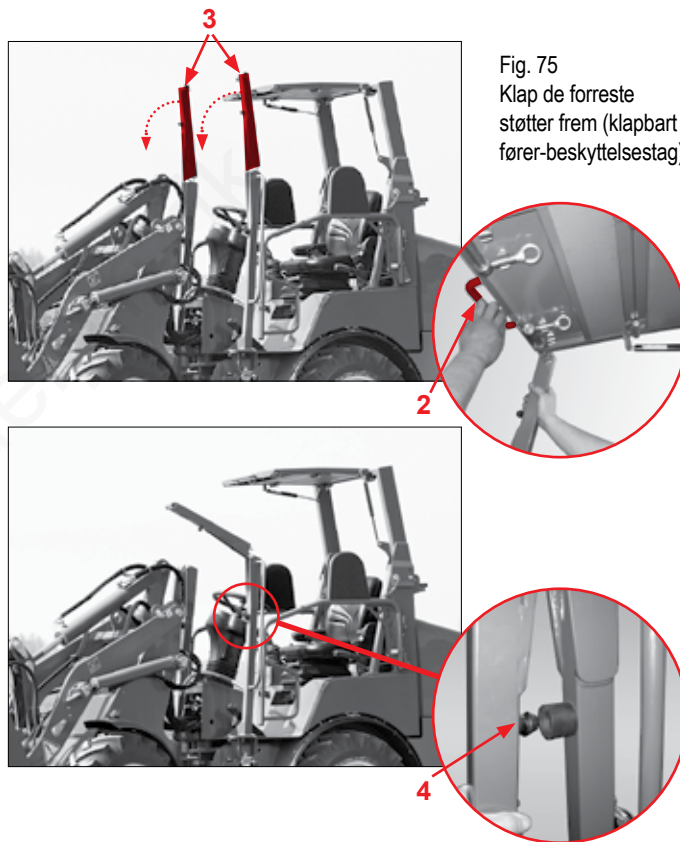

Fig. 75
1. Tag fat i den forreste tagdel på grebet pos. 2 (Fig. 75), og løft den lidt.
2. Klap de forreste støtter frem pos. 3 (Fig. 75).
3. Lad de forreste støtter gå i indgreb i holderne pos. 4 (Fig. 75) i sammenklappet stilling.